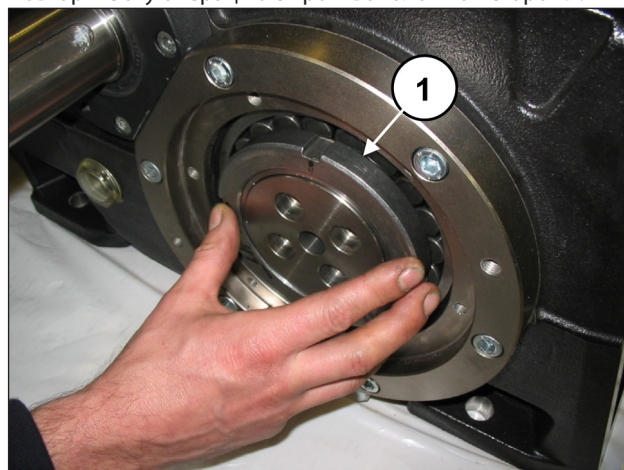
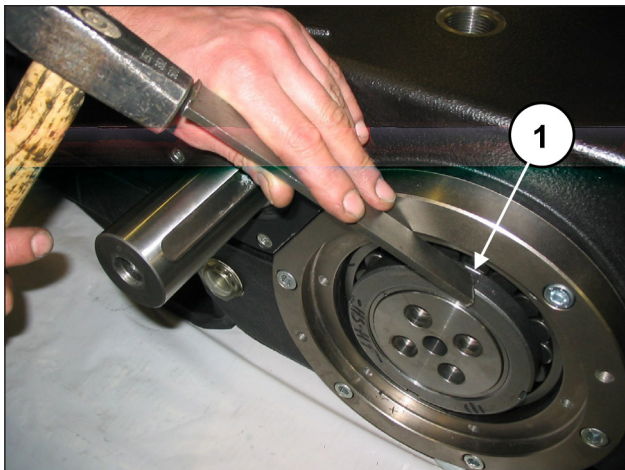

Рис. 16
Рис. 17
С одной стороны навинтите кольцевую гайку SKF KM20 на прижимную втулку (поз. ①, Рис. 16), а затем разблокируйте втулку с помощью ударной массы (поз. ①, Рис. 17), не снимая ее.